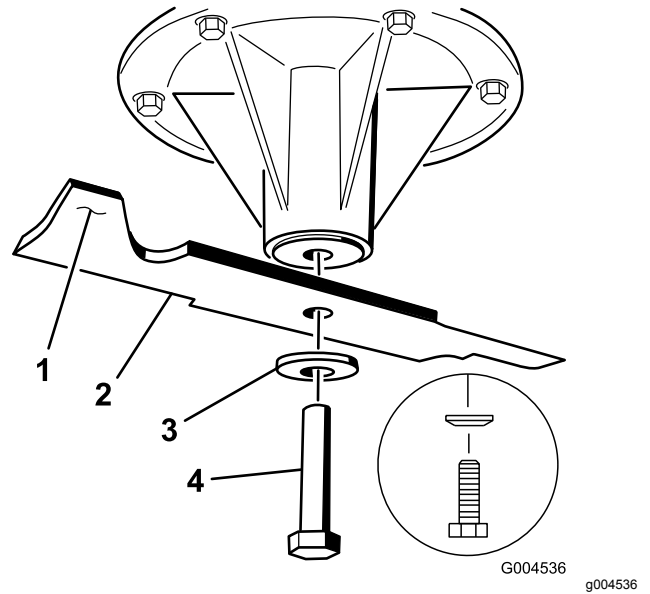

Bild 77
- Setzen Sie das Messer auf die Spindelwelle (Bild 77).
- Setzen Sie die Wellenscheibe und die Messerschraube ein (Bild 77).
Hinweis: Der Konus der Wellenscheibe muss in Richtung Schraubenkopf zeigen (Bild 77).